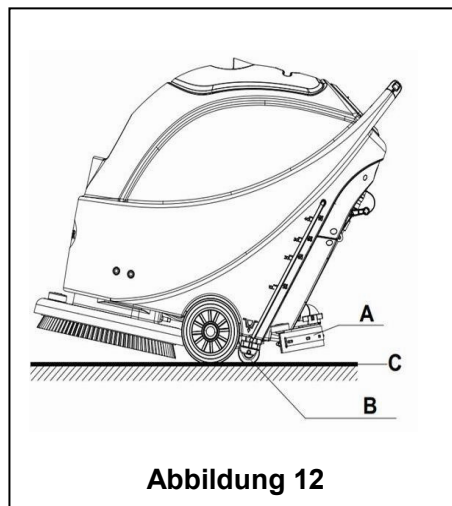

Abbildung 12
8. Lassen Sie den Sicherheitsschalter (1) los, um den Bürsten/Pad-Halter und das Magnetventil auszuschalten.
9. Drücken Sie den Vakuumpumpen-Schalter (42) auf die "O"-Position. Die Vakuumpumpe verzögert die Abschaltung für 5 Sekunden, bevor die Funktion eingestellt wird.
10. Drücken Sie den Kontrollschalter für die Wasserdurchflussmenge (44) auf die "O"-Position, um das Magnetventil vollständig auszuschalten.
11. Drücken Sie den Netzschalter (41) auf die "O"-Position.
12. Verwenden Sie den Hebegriff der Saugleiste (14), um den Abstreifer anzuheben.
13. Greifen Sie den Lenker (2) und kippen Sie vorsichtig das Gerät zurück, bis das Führungsrads (B) den Boden berührt. Siehe Abbildung 12